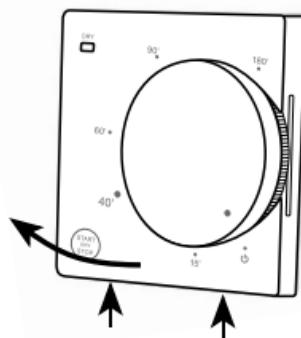

Рис. 5-1
- Снимите лицевую крышку. Для этого тонкой шлицевой отверткой аккуратно поочередно надавите на защелки, расположенные снизу лицевой крышки таймера, при этом потянув ее на себя (рис. 5-1).